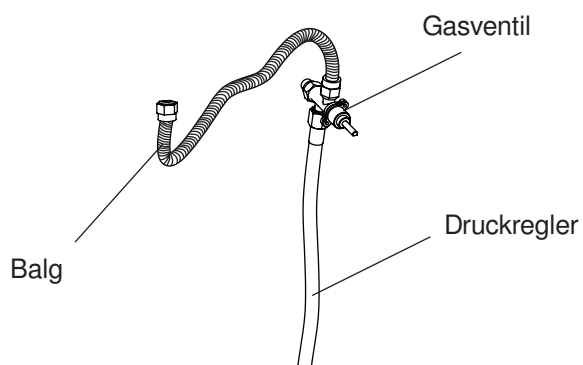

Figure 10
11. Entfernen Sie die gesamte Baugruppe (Gasventil, Balg und Regler) von der Feuerstelle (siehe Figure 10).